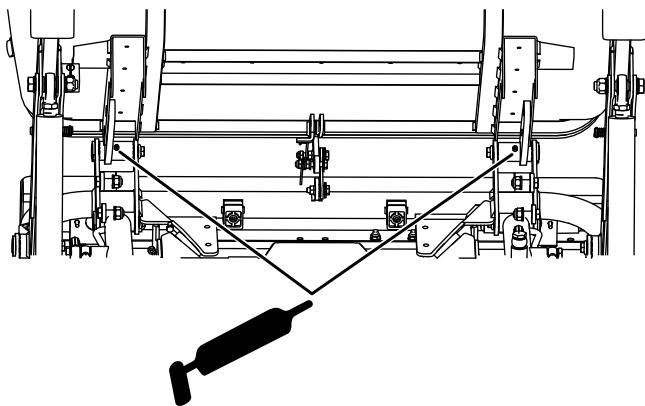

Bild 50
- Fangbox-Drehzapfen unter die Fangbox (Bild 50)